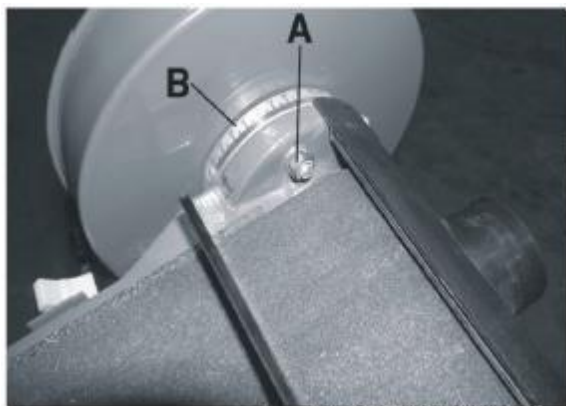

Рис. 13
1. Ослабить две гайки (А), рис. 13 (вторая гайка находится под первой).